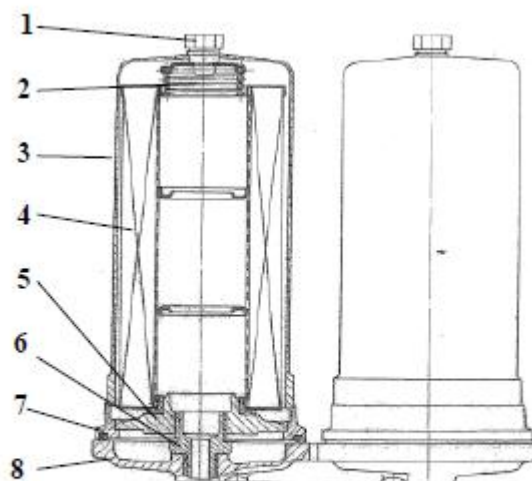

Рис. 9.4. Масляный фильтр
- отвернуть колпак 3 (рис. 9.4) с фильтрующим элементом 4 за шестигранник 1 на колпаке;